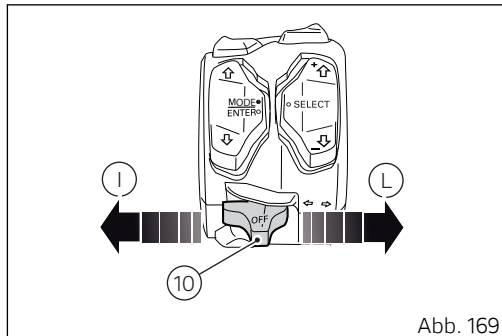

Abb. 169
Wird die Zündung ausgeschaltet, wird die Anzeige der Standlichtaktivierung eingeblendet: wird dann die Taste (10, Abb. 169) in die Position (I) gedrückt, werden die Standlichter aktiviert.